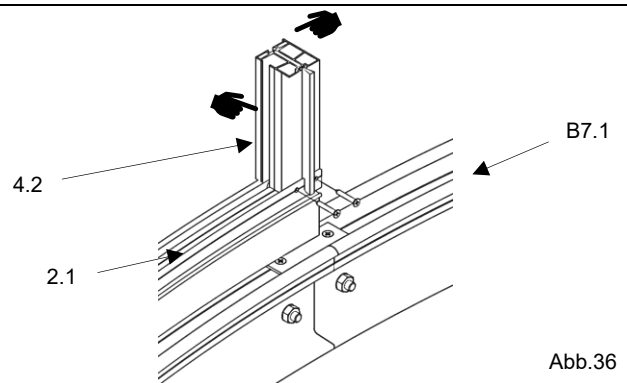

Abb.36
- bei den Randsprossen links/rechts (4.2) muss die Glasnut in Richtung des Laufrollenprofils mit Türlaufschiene (2.1) ausgerichtet sein und dass der Steg der Randsprossen nach außen zeigt. Die Randsprossen (4.2) werden jeweils mit zwei Senkblechschrauben (B7.1) an das Laufrollenprofil mit Türlaufschiene (2.1) befestigt. (Abb.36)